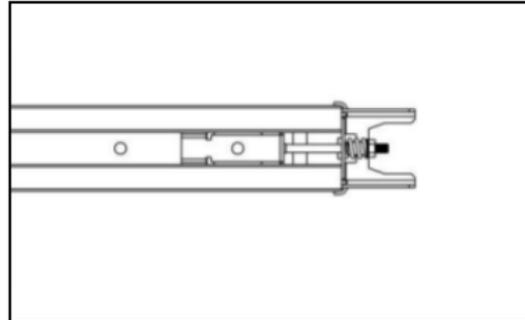

Bild 10
4. Dra åt muttern till rätt läge som visas i Fig. 10, klipp av plasttejpen, klipp av plasttråden på kedjehjulet, sedan monteras hela skenan färdig.